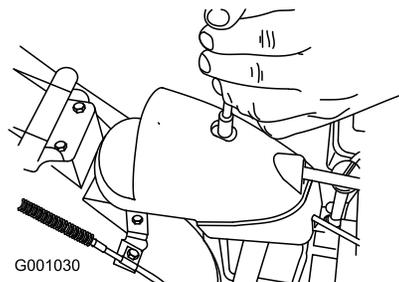

Figura 58
1. Togliete l'elemento di fissaggio dal coperchio degli ingranaggi (Figura 58), alzate la parte anteriore del coperchio e spingetela indietro perché non intralci l'operazione.